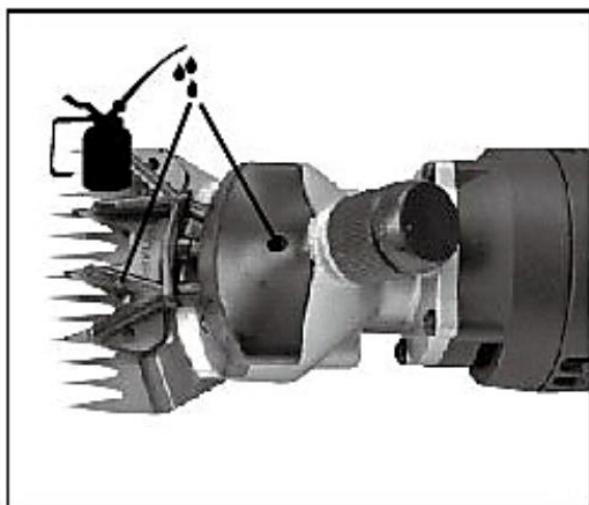
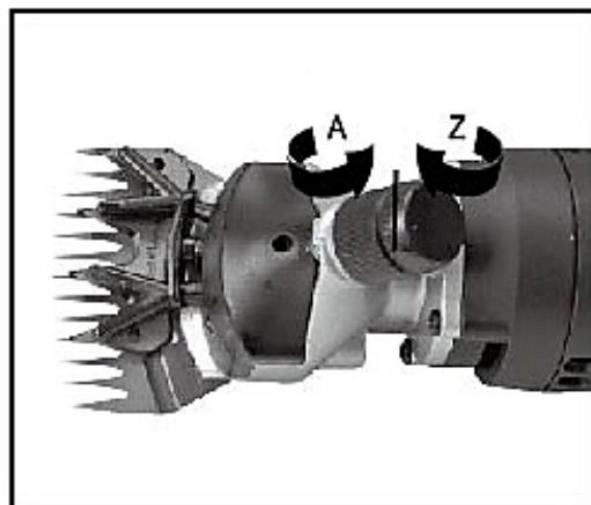

Fig. 1(Lubricant Oiling from the Hole on the Head Shell) (Hole 1 -fixed position; Hole 2 Top)
Fig. 2 (Adjusting Nut)
- Allentare la vite di regolazione (Fig. 2, Direzione A) e disporre la macchina su un supporto duro; le viti della lama inferiore sono rivolte verso l'alto (Fig. 4). Allentare le viti e rimuovere le lame utilizzate.
Assicurarsi che le nuove lame da taglio siano pulite. Posizionare la lama superiore sui coni della forcella a pressione e lubrificare con alcune gocce di olio le superfici affilate (Fig. 1). A questo punto fare scorrere la lama inferiore tra le viti allentate (Fig. 4) fino a quando quest'ultima non aderisce alle piastrine d'installazione. A questo punto serrare le viti della lama inferiore. Ruotare la macchina in modo che il dado di regolazione sia rivolto verso l'alto. Accertarsi che il cono della forcella a pressione si incastri nei fori della lama superiore. Prestare attenzione al fatto che le punte dentate della lama superiore restino dietro alla superficie affilata della lama inferiore ca. 1. 2 mm (Fig. 5). La distanza ottimale tra la lama superiore e quella inferiore è presente per il montaggio con le piastrine di installazione originali. Assicurarsi che la lama inferiore sia in posizione centrale, ma non sia storta. Se la lama è impostata in modo corretto, serrare le due viti della lama inferiore (Fig. 4). Serrare la vite di regolazione (Fig. 2, Direzione Z).